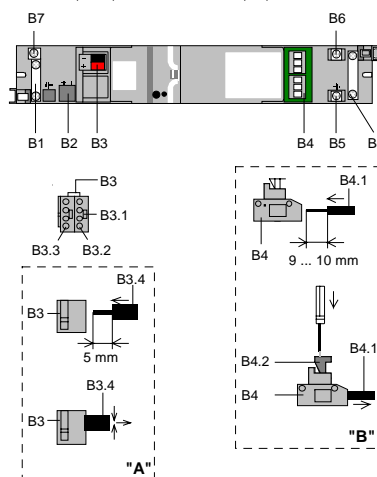

Bild 3: Anschlüsse
Busklemme abziehen (Bild 3)
Busklemme aufstecken (Bild 3)
Anschließen der Busleitung (Bild 3 "A")
- Der Leitungsmantel der Busleitung ist mit der Leitungsfixierung (B1) am Gehäuse des Einbaugerätes zu befestigen. Wird eine Leitung mit Abschirmung verwendet, kann diese an der Klemme (B7) festgeschraubt werden (Bild 3).
Die Aussparung (B2) dient zur Aufnahme eines Überspannungsschutzes. Die Anschlüsse werden parallel zu der Buslinie in die Busklemme eingesteckt (Bild 3).
Abklemmen der Busleitung (Bild 3 "A")
Laststromkreise anschließen (Bild 3 "B")
- Der Leitungsmantel ist mit der Leitungsfixierung (B8) am Gehäuse des Einbaugerätes zu befestigen (Bild 3).
Die Klemmen (B5) und (B6) dienen zur Verbindung von N-Leitern (B6) und PE-Leitern (B5) mehrerer Leitungen (Bild 3).
Laststromkreise abklemmen (Bild 3 "B")